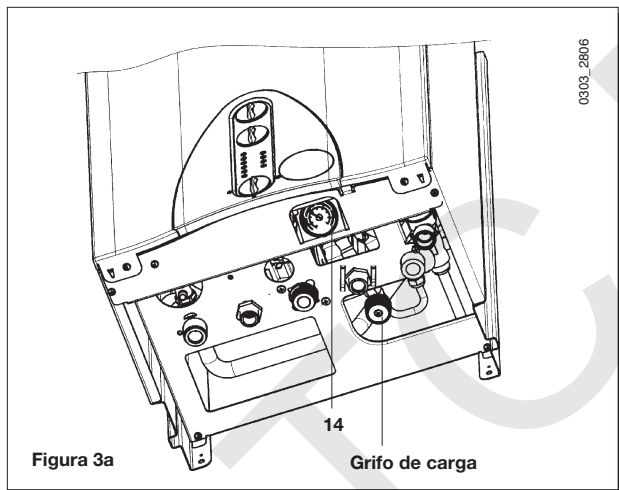
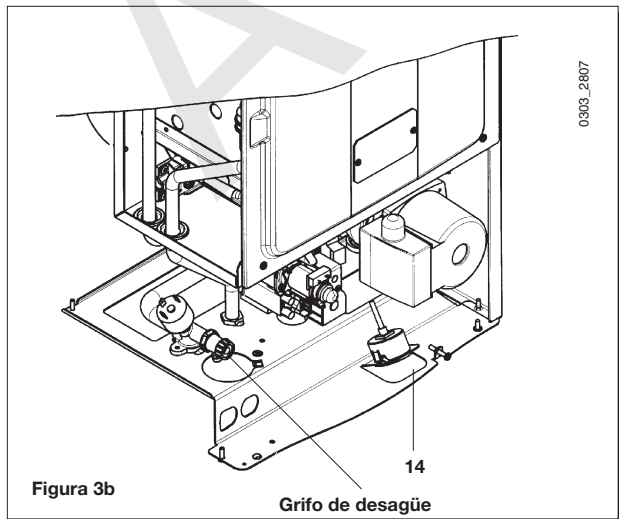

Figura 3a
Figura 3b
Importante: Controlar periódicamente que la presión, leída en el manómetro (14), con instalación fría, sea 0,7 - 1,5 bar. En caso de sobrepresión obrar sobre el grifo de desagüe caldera (figura 3b). Si es inferior, obrar sobre el grifo de carga de la caldera (figura 3a). Se aconseja abrir dicho grifo de manera muy lenta para facilitar la purga del aire.